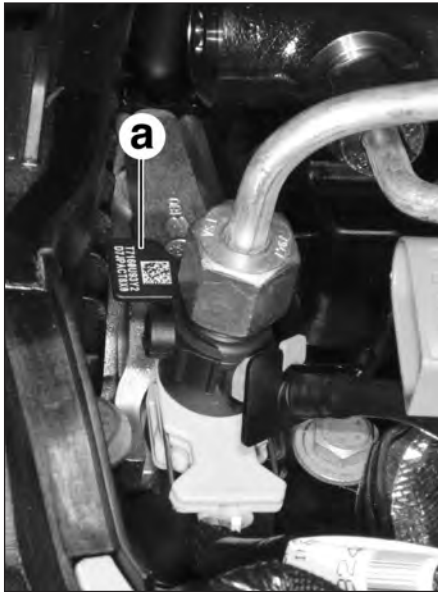

FIG.55
- Insérer à fond les bagues de centrage (5) dans les puits d'injecteurs.
- Dans le cas d'un injecteur neuf, l'appairer avec le cylindre correspondant à l'aide du code (a) et de l'appareil de diagnostic (Fig.55).